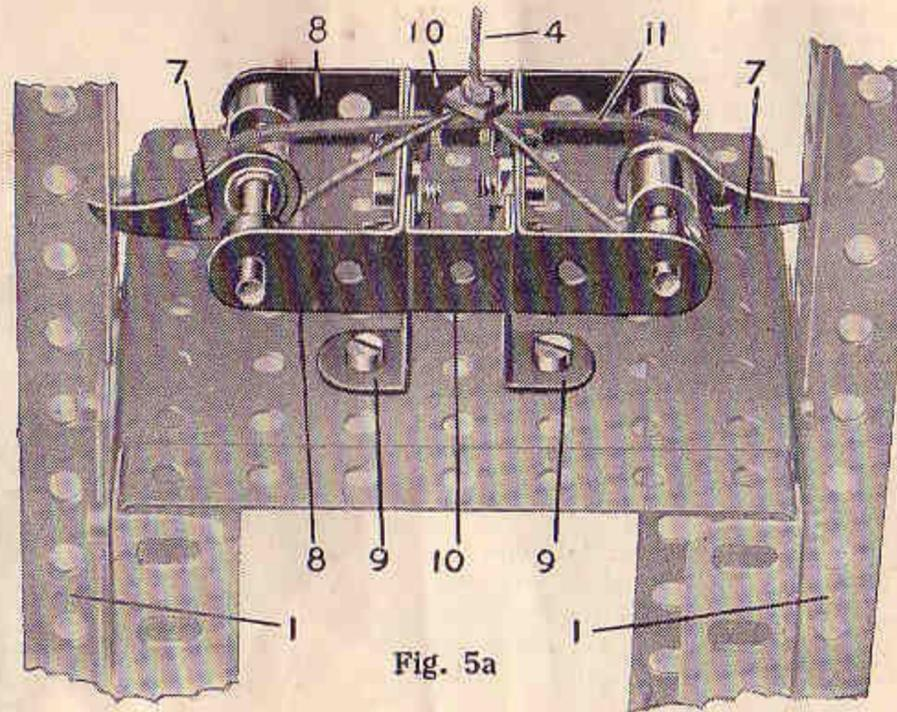

Fig. 5a
Le dispositif de sûreté est détaillé à la Fig. 5a, 2 cliquets (7) sont bloqués sur deux tringles de 5 cm. qui passent dans les extrémités de deux équerres de 25 x 25 mm. (8). Les boulons qui fixent ces dernières assemblent également des supports doubles (10) qui servent à renforcer la construction entière. Le mode de fixation des tringles de 5 cm. est nécessaire pour maintenir les cliquets à la distance exacte nécessaire des guides verticaux (1).